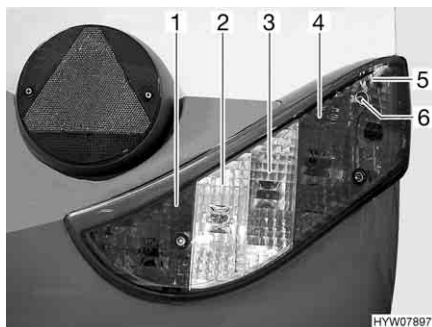

Fig. 176 Luci posteriori (lato anteriore)
- Svitare le tre viti ad esagono cavo (Fig. 176,6).